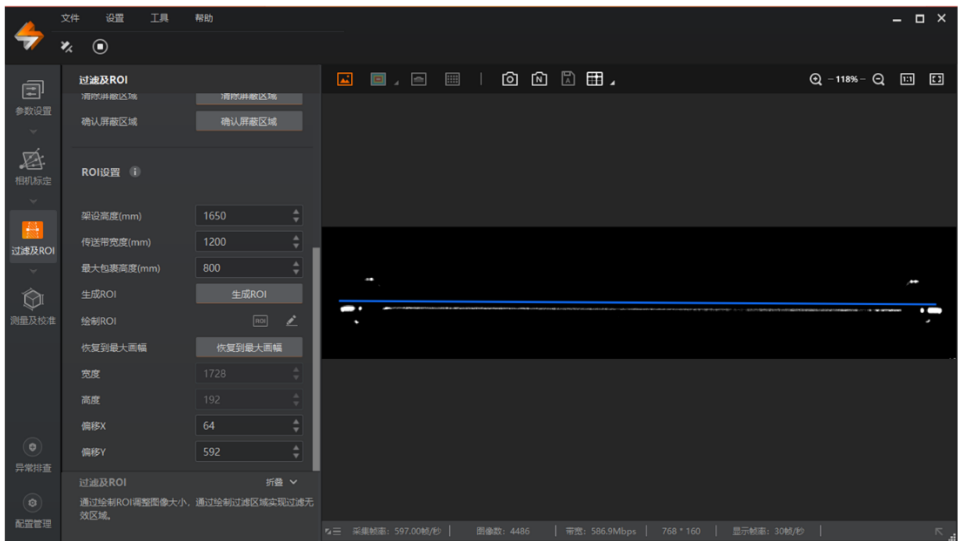

图2-29 显示 ROI
4. 完成 ROI 绘制后，单击  以确认所绘制的 ROI 区域，图像界面将只显示 ROI 区域的内容，如图 2-29 所示。